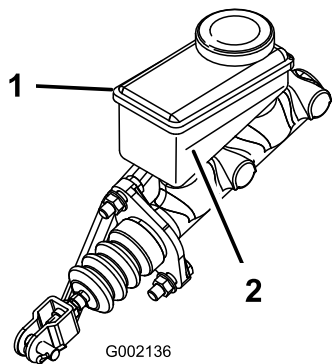

Figura 18
3. Observe o nível do fluido na parte lateral do reservatório (Figura 18).
- B. Adicione fluido dos travões DOT 3 ao reservatório até o nível do fluido estar acima da linha de mínimo (Figura 18).